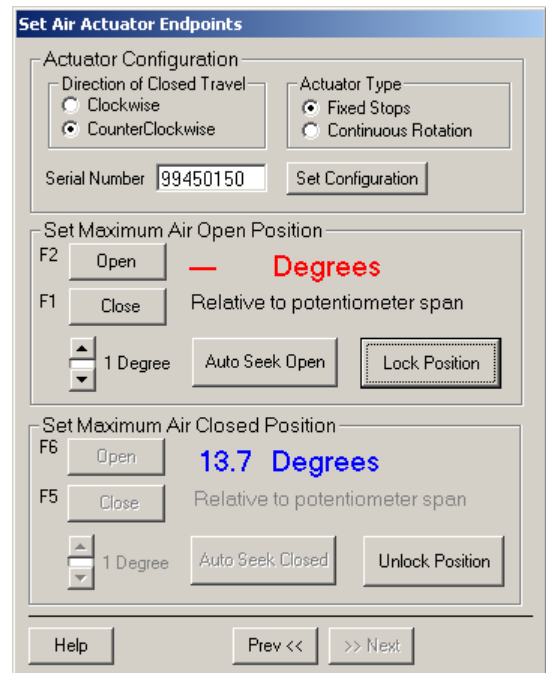

Fig. 11. Effectuez une recherche automatique de l'ouverture de la butée d'ouverture mécanique fixe.
7. Effectuez une recherche automatique de l'ouverture de la butée d'ouverture mécanique fixe. Voir la Fig. 11.